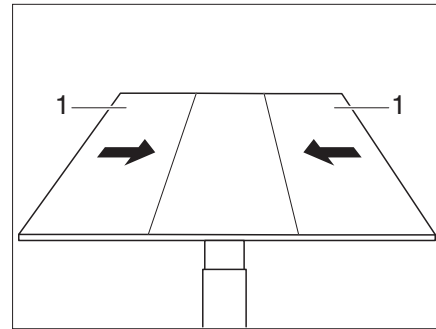

Fig. 100 Pousser les parties latérales sur la partie médiane
- Pousser les parties extérieures (Fig. 100,1) de la table sur la partie médiane.